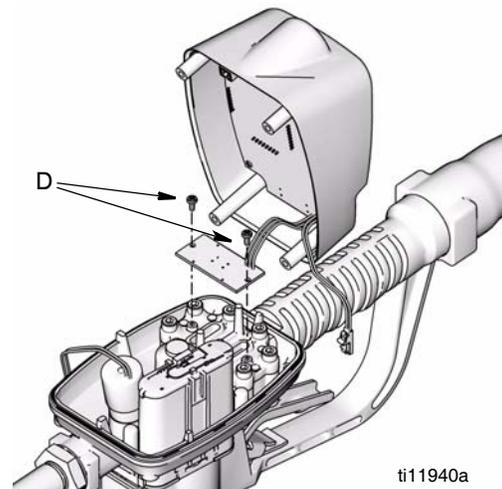

FIG. 5
5. Quite los dos tornillos (D) que sostienen la media caña de la plaqueta a la tapa (FIG. 5). Conserve estas piezas para volver a armar el instrumento. Quite el conjunto de la tapa.